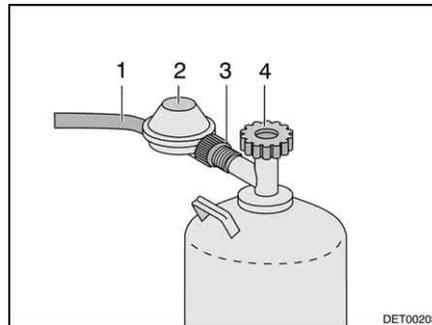

Fig. 29 Raccordo bombola del gas
- Chiudere la valvola principale di arresto (Fig. 29,4) della bombola del gas. Osservare la direzione della freccia.
- Tenere fermo il regolatore di pressione del gas (Fig. 29,2) e aprire il dado zigrinato (Fig. 29,3) (filettatura sinistra).
- Rimuovere il regolatore di pressione del gas con il tubo del gas (Fig. 29,1).
- Collocare il regolatore di pressione del gas (Fig. 29,2) con il tubo del gas (Fig. 29,1) sulla bombola del gas e stringere forte a mano il dado zigrinato (Fig. 29,3) (filettatura sinistrorsa).